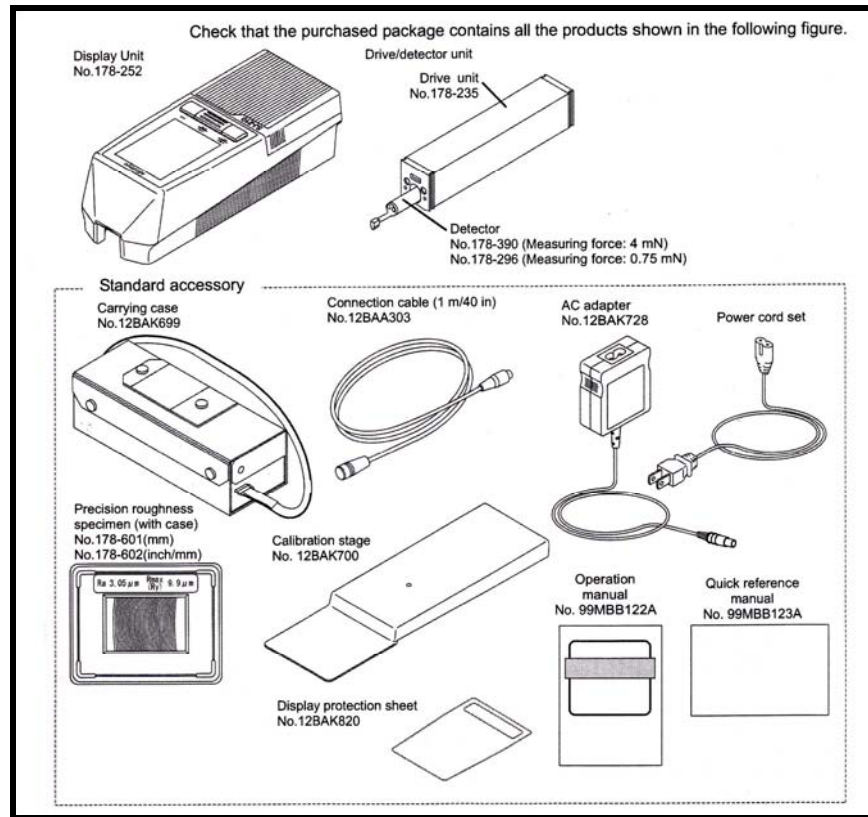

Figura 3
- Opción retráctil: configuración estándar. (figura 3)